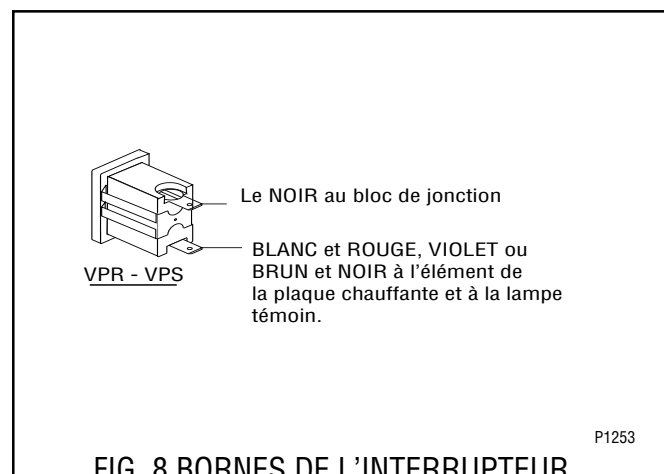

FIG. 8 BORNES DE L'INTERRUPTEUR MARCHE-ARRÊT DES PLAQUES CHAUFFANTES
4. Consulter la fig. 8 pour rebrancher les fils.